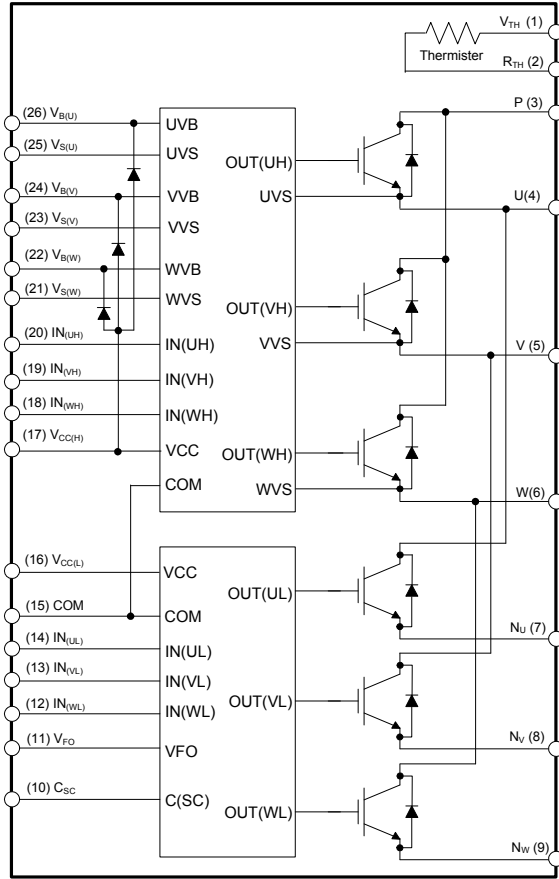

图 3. 内部框图
- 600 V - 5 A IGBT 逆变模块，适用于三相 DC / AC 功率转换（请参阅图 3）